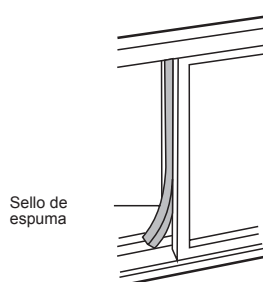

Fig. 17
5. Corte la longitud necesaria de sello de espuma y selle la abertura entre el marco superior y exterior de la ventana, como se muestra en la Fig. 17.